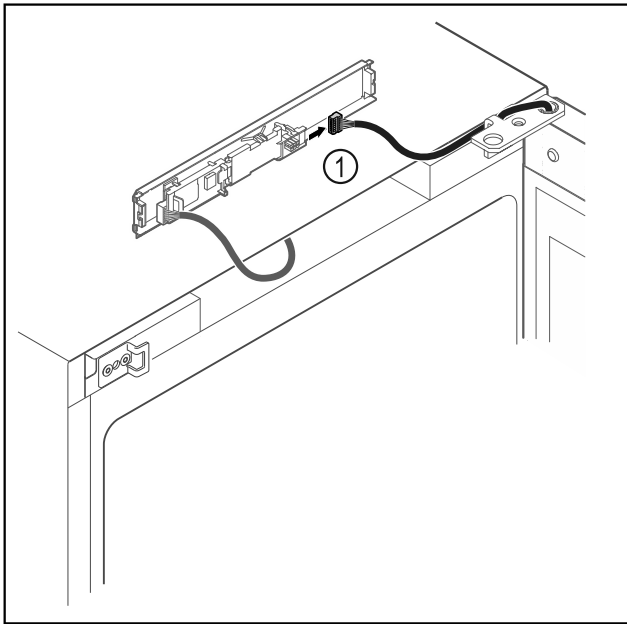

Fig. 12
- ▶ Odpojte zástrčku Fig. 12 (1) z dosky plošných spojov.